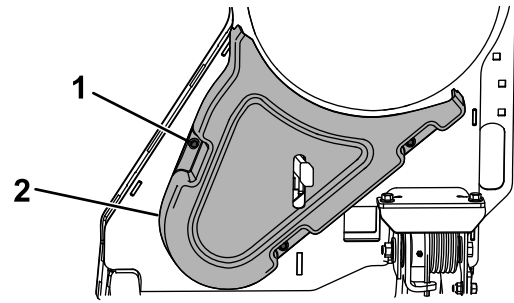

Figure 35
3. Déposez le couvercle de la courroie (Figure 35).